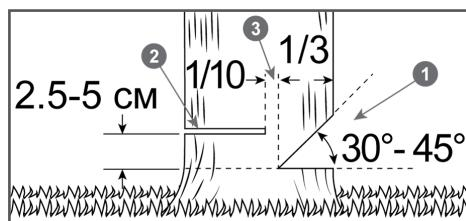

Рис. 16 Расположение запила, пропила и недопила
- Начните пилить с той стороны дерева, куда оно должно упасть (Рис. 16). Сделайте запил 1 с той стороны, куда должно упасть дерево, глубиной примерно 1/3 диаметра ствола и под углом от 30 до 45 градусов (Рис. 16). Линия стыка двух пропилов, образующих запил, называемая направляющей линией, должна располагаться как можно более горизонтально и под углом 90 градусов к направлению валки.
- Сделайте основной валочный пропил 2 с противоположной стороны, выше основания запила на 2,5-5 см. Между основным пропилом и запилом должен оставаться недопил 3 примерно 1/10 диаметра ствола. Вставьте своевременно клин в пропил. Недопил 3 действует как шарнир и позволяет контролировать падение дерева (Рис. 16).
Ни в коем случае не допиливать до конца недопил 3 (Рис. 16), так как вы не сможете контролировать направление падения дерева.